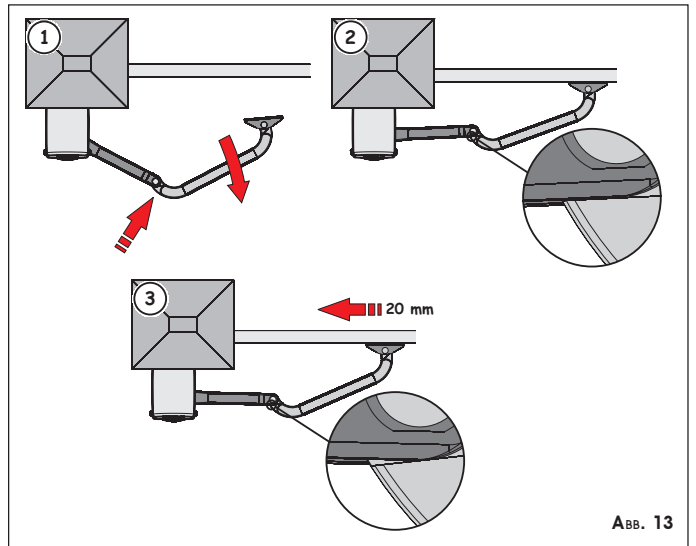

Abb. 13
⑧ Die soeben zusammengebauten Arme fluchten und hierfür bis zu ihrem Anschlag in den mittleren Bereich schieben, siehe Abb. 13 Bez. ①.
⑨ Den vorderen Bügel an den Flügel anlegen, Abb. 13, Bez. ②.
⑩ Den vorderen Bügel um etwa 20 mm zurücksetzen und die Bohrlöcher für die Befestigung anzeichnen, Abb. 13, Bez. ③.
⑪ Den Bügel an der zuvor bestimmten Position mit Hilfe der beiden Schrauben M8 befestigen.
⑫ Den Flügel mit der Hand bewegen und sicherstellen, dass die beiden Arme in der Schließposition nicht aneinander stoßen, siehe Angaben in Abb. 13, Bez. ②.
⑬ Den Antrieb in die Betriebsstellung stellen, siehe Kapitel 7.